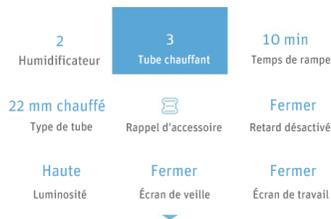

Fig. 16-4
**Remarque:** L'option du **Tuyau Chauffé** ne peut être réglée que lorsque l'appareil est connecté au Tuyau Chauffé, comme montré dans la Fig.16-4.